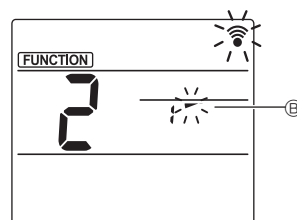

Fig. 3
③ Labanurga seadistus (Fig. 3)